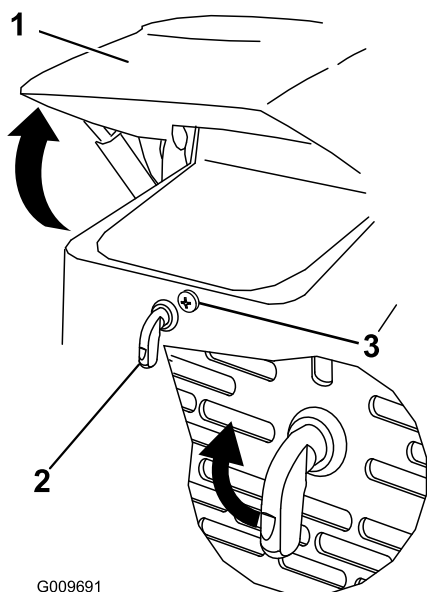

Figura 22
1. Allentate la vite di bloccaggio del cofano (Figura 22)
2. Girate il fermo del cofano in senso orario (Figura 22).
3. Ruotare il cofano verso l'alto (Figura 22).
3. Serrate la vite di bloccaggio del cofano per fissare il dispositivo di chiusura (Figura 22).